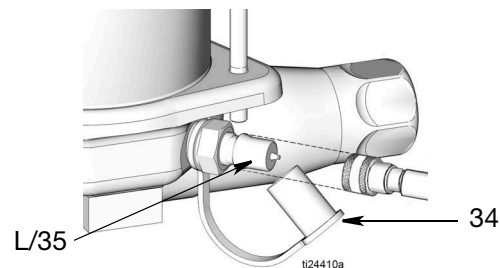

FIG. 4
1. Quite el tapón de grasa (34) (FIG. 4) de la boquilla de llenado (L) para acceder al espárrago de llenado (35).
2. Conecte el accesorio de conexión rápida de la bomba de llenado a la boquilla de llenado (L) del depósito.
4. Desconecte la bomba de llenado del espárrago de llenado de la bomba (35, FIG. 4).
5. Fije el tapón de grasa (34) en el espárrago de llenado (35) (FIG. 4).